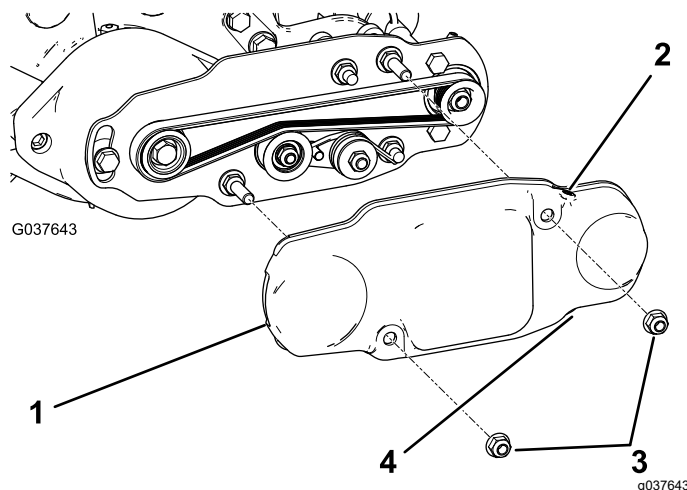

Figure 18
2. Glissez le couvercle de la courroie sur les boulons de montage et fixez-le avec 2 écrous à embase (Figure 18).
3. Vérifiez que la vis supérieure est en place ; retirez la vis inférieure pour la vidange et mettez-la au rebut (Figure 18).